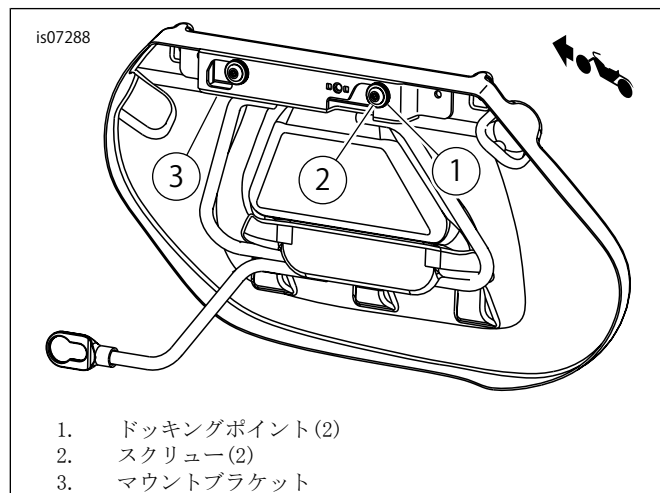

図2。ドリル位置のマーク
- d. 「図2」を参照してください。ドッキングポイント(1)をマウントブラケット(3)に挿入します。スクリュー(2)を各ドッキングポイントとサドルバッグに挿入し、ブラケットの位置を合わせます。